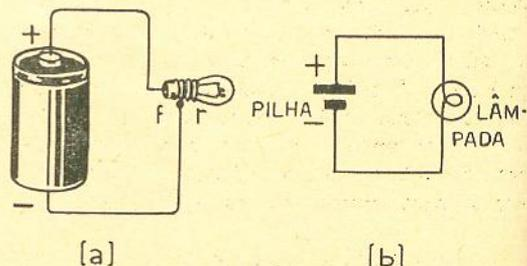

Figura 2.1
A maneira mais simples de produzirmos uma corrente elétrica é ligarmos um pedaço de fio condutor do pólo positivo ao pólo negativo de uma pilha. Tal ligação, entretanto, não servirá para nada, a não ser para estragar rapidamente a pilha, pois a conexão direta do seu pólo positivo com o negativo constitui o que se chama **curto-circuito**. Podemos, entretanto, ligar entre os dois pólos da pilha uma lâmpada de lanterna, conforme se mostra na figura 2.1 (a). A lâmpada é constituída de um pequeno filamento de tungstênio apoiado em dois suportes metálicos, um deles ligado ao fundo da lâmpada (f) e o outro à rêsca (r), que serve para atarrachar a lâmpada em seu soquete (o soquete não aparece na figura). O filamento da lâmpada fica luminoso quando é atravessado pela corrente elétrica.
Na figura 2.1 (b) se apresenta o diagrama do circuito simples da figura 2.1 (a), ilustrando-se os símbolos empregados para designar a pilha e a lâmpada.
a) Circuito elétrico semelhante ao apresentado na figura 2.1, sendo, porém, que a lâmpada foi substituída por um resistor variável; b) diagrama esquemático do circuito apresentado em a.